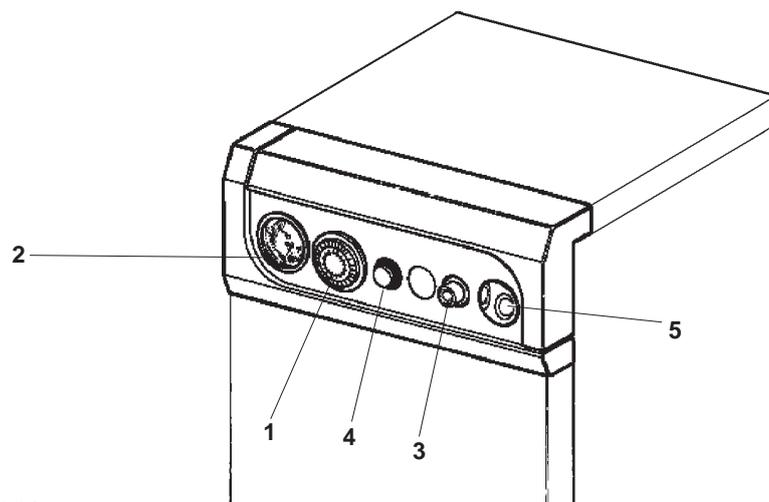

Рис. 1
Предохранительный термостат с ручной настройкой 3 (рис. 1)
Регулирующий термостат котла 5 (рис.1)
- 2) Установите на термостате 5 (см. рис.1) желаемую температуру.
- 3) Включите котел в сеть и нажмите выключатель 4 (рис. 1) на щитке управления.
Для кратковременного выключения котла достаточно нажать выключатель 4 (рис. 1) на командной панели.